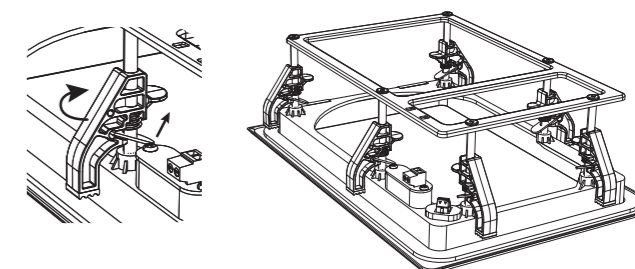

Fig. 5. Adjusting the Mounting Clamps
2. Justera alla monteringsklämmor på ramen så att de befinner sig i den förvarade ställningen (fig. 5 och 6). De justeras genom att dra i den fjäderbelastade metallfliken och sedan flytta klämmorna längs sina monteringsstolpar och vrida dem åt sidan. Detta gör att ramen passar in i gipsöppningen.